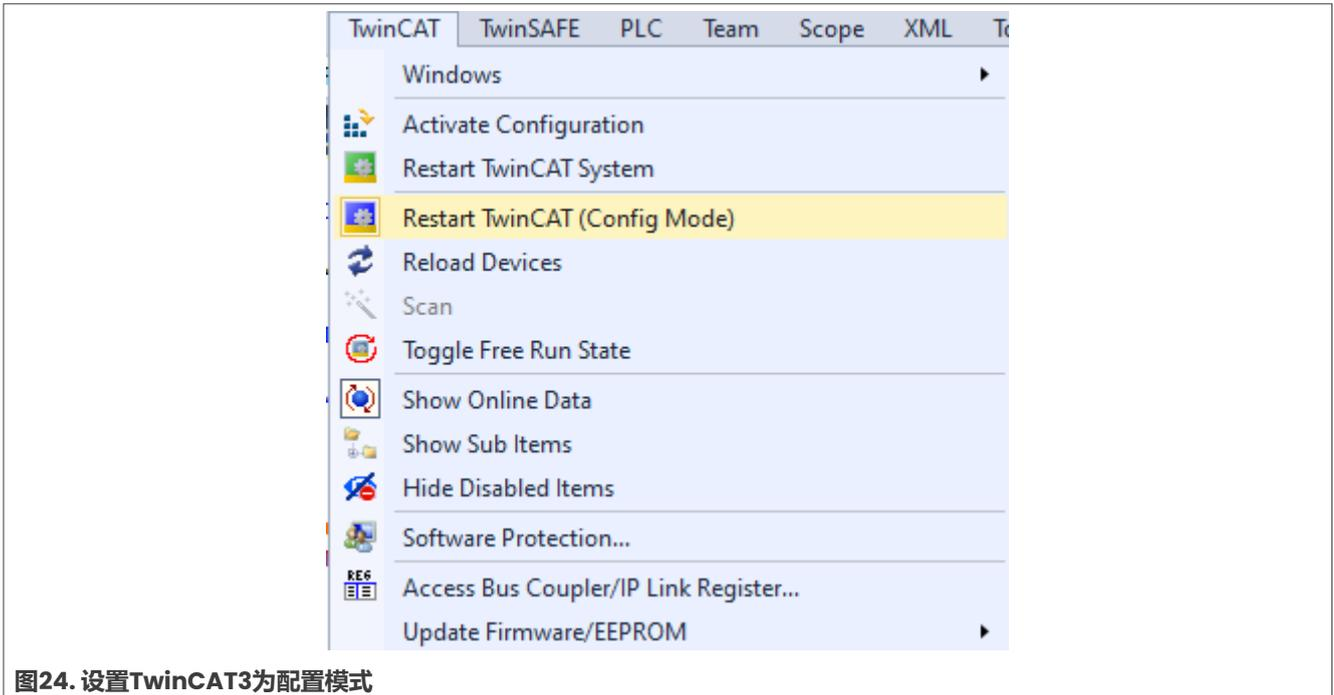

图24. 设置TwinCAT3为配置模式
2. 将TwinCAT3设置为在配置模式下重新启动，如图24所示。